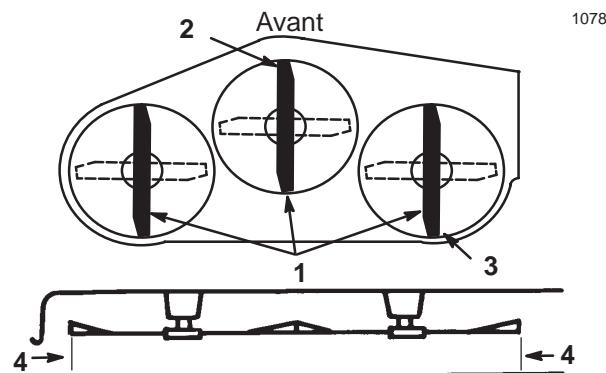
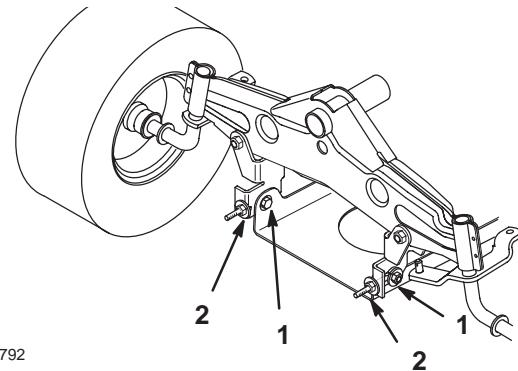

Figure 14
Figure 15
4. Placez le levier de hauteur de coupe à la position "C" et tournez les lames avec précaution dans le sens longitudinal (Fig. 14).
5. Mesurez la distance entre la pointe de la lame avant (Fig. 14) et la pointe de la lame arrière par rapport à la surface plane. Si la pointe de la lame avant n'est pas de 0 à 8 mm plus bas que la pointe de la lame arrière, réglez la plaque de montage avant du plateau de coupe au niveau de l'essieu (Fig. 15).
6. Pour régler l'inclinaison avant/arrière des lames, desserrez légèrement les boulons de fixation de la plaque de pivot avant (Fig. 15).
7. Tournez les contre-écrous des boulons à œil pour modifier le réglage (Fig. 15). Serrez les contre-écrous pour relever l'avant du plateau et desserrez-les pour abaisser l'avant du plateau.
8. Après avoir réglé uniformément les contre-écrous des deux boulons à œil, contrôlez de nouveau l'inclinaison avant/arrière. Poursuivez le réglage des boulons à œil jusqu'à ce que la pointe de la lame avant soit de 0 à 8 mm plus bas que la pointe de la lame arrière (Fig. 15).
9. Quand l'inclinaison avant/arrière est correcte, resserrez les boulons de fixation de la plaque de pivot (Fig. 15).